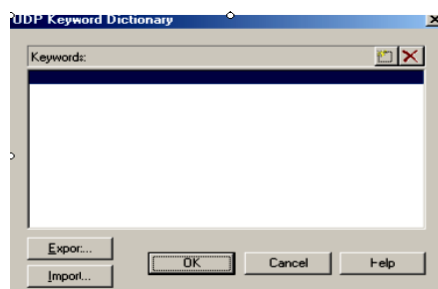

Рис. 137. Диалог описания ключевых слов **UDP**
**UDP** можно поставить в соответствие одно или несколько ключевых слов. Ключевые слова могут быть использованы для отбора **UDP** при печати отчетов или при присвоении свойств работам и стрелкам. Ключевые слова должны быть описаны в словаре **UDP Keyword List** (меню **Dictionary /UDP Keyword**) (рис. 137).